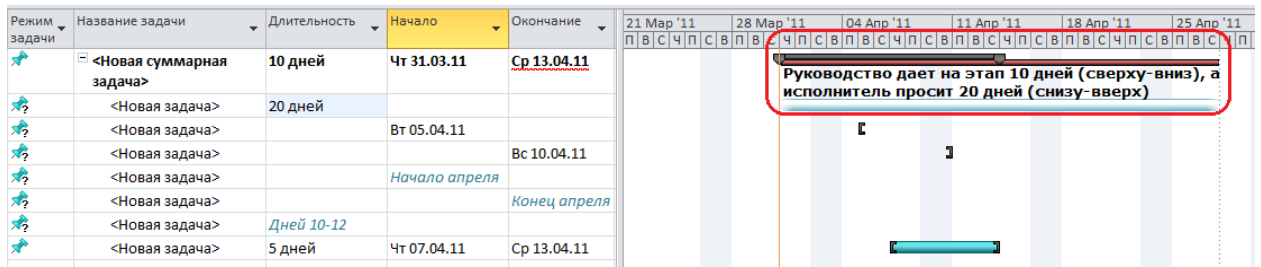

Рисунок 3.4 Планирование сверху-вниз и замещающий текст
9. Суммарные задачи сверху вниз - поддержка планирования «сверху вниз» и планирования методом набегающей волны для записи ожидаемых дат с последующим сравнением сводной информации с данными графика «снизу вверх», Рисунок 3.4.
10. Замещающий текст в полях проекта - ввод заметок в поля «Дата» или «Длительность» и их изменение после получения дополнительных данных, Рисунок 3.4.